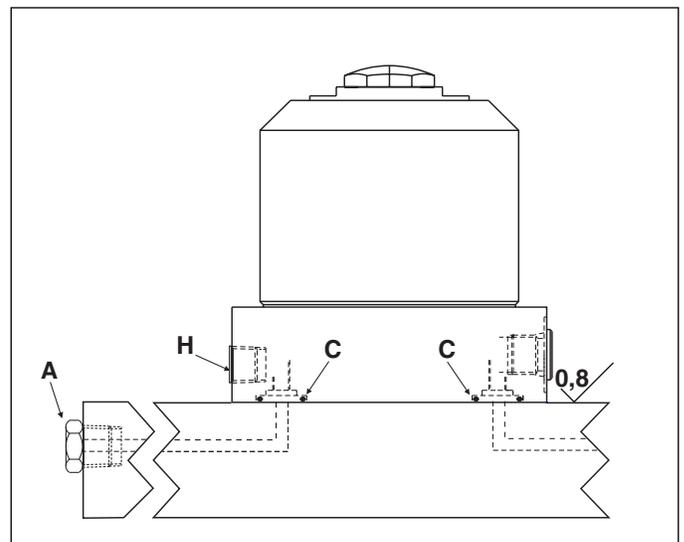

Abbildung 3 - Entlüftung durch den Verteilerrohr-Anschluß / Befestigung des Hydraulik-Verteilerrohrs
3. Die Hydraulikanschlüsse können am seitlichen Anschluß oder am Anschluß des Verteilerrohrs vorgenommen werden. Falls die Hydraulikanschlüsse am Anschluß des Verteilerrohrs vorgenommen werden, müssen zuerst die Verschlussschraube und die Dichtung aus Kupfer vom Anschluß entfernt werden (D). Den mitgelieferten O-Ring (C) leicht einfetten und in der Senkung um den Anschluß anbringen, bevor der Abstützzylinder montiert und festgeschraubt wird (siehe Abbildung 3). Darauf achten, daß der O-Ring beim Einbau nicht gequetscht oder beschädigt wird, da es andernfalls zu Undichtheiten kommt. Um zu gewährleisten, daß die Befestigungsstelle am Verteilerrohr nicht undicht ist, sicherstellen, daß die Anlagefläche der Vorrichtung innerhalb einer Toleranz von 0,08 mm (0.003 Inch) eben ist und daß die Oberflächenrauheit (R_a) weniger als 0,8 μm (32 μInch) beträgt.
2. Zur Entlüftung kann auch der als Sonderzubehör erhältliche Verteilerrohr-Entlüftungsanschluß (siehe Abbildung 3) verwendet werden.
- 2a. Die Verschlussschraube und die Dichtung aus Kupfer vom Entlüftungsanschluß des Verteilerrohrs (B) entfernen.
- 2b. Den mitgelieferten O-Ring (C) leicht einfetten und in der Senkung um den Entlüftungsanschluß des Verteilerrohrs anbringen.
- 2c. Das Entlüfteranschlußstück (A) vom seitlichen Entlüftungsanschluß entfernen und den Anschluß mit einem 1/8 NPT Stopfen verschließen.